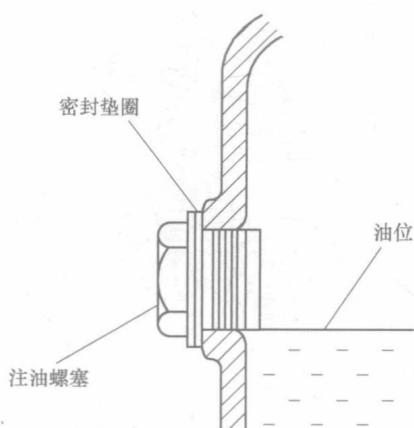

图 2-1 检查变速器油油位
- 4) 拆下注油螺塞和密封垫圈，检查变速器油情况，并确保油位正常，如图 2-1 所示。